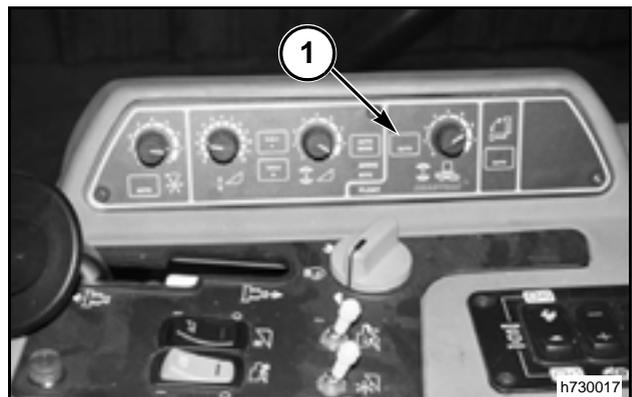

FIG. 108
FIG. 108: Para seleccionar el modo manual de operación presionar la tecla de inclinación (1) hasta que el LED de inclinación se apague. Cuando el sistema se encuentra en el modo manual, el ángulo de inclinación no cambiará en respuesta al cabezal o los sensores de inclinación.